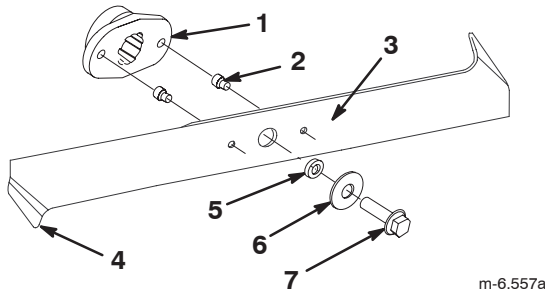

Bild 35
2. Untersuchen Sie die Schnittkanten (Bild 35). Bauen Sie, wenn die Kanten nicht scharf sind oder Kerben aufweisen, die Schnittmesser aus und schärfen Sie sie; siehe „Schärfen der Messer“ auf Seite 33.
3. Prüfen Sie die Schnittmesser, insbesondere die gebogenen Kanten (Bild 35). Montieren Sie neue Messer, wenn Sie eine Abnutzung oder Beschädigung dieses Bereichs feststellen.
4. Ersetzen Sie die Scherbolzen sofort, wenn Sie gebrochen sind (Bild 35).
3. Entfernen Sie die Messerschrauben, Scheiben und Messer (Bild 35). Sie können einen Holzklotz zwischen das Schnittmesser und das Mähwerk keilen, um das Schnittmesser beim Entfernen der Schraube zu blockieren.
1. Montieren Sie die Schnittmesser, Scheiben und Messerschrauben (Bild 35).